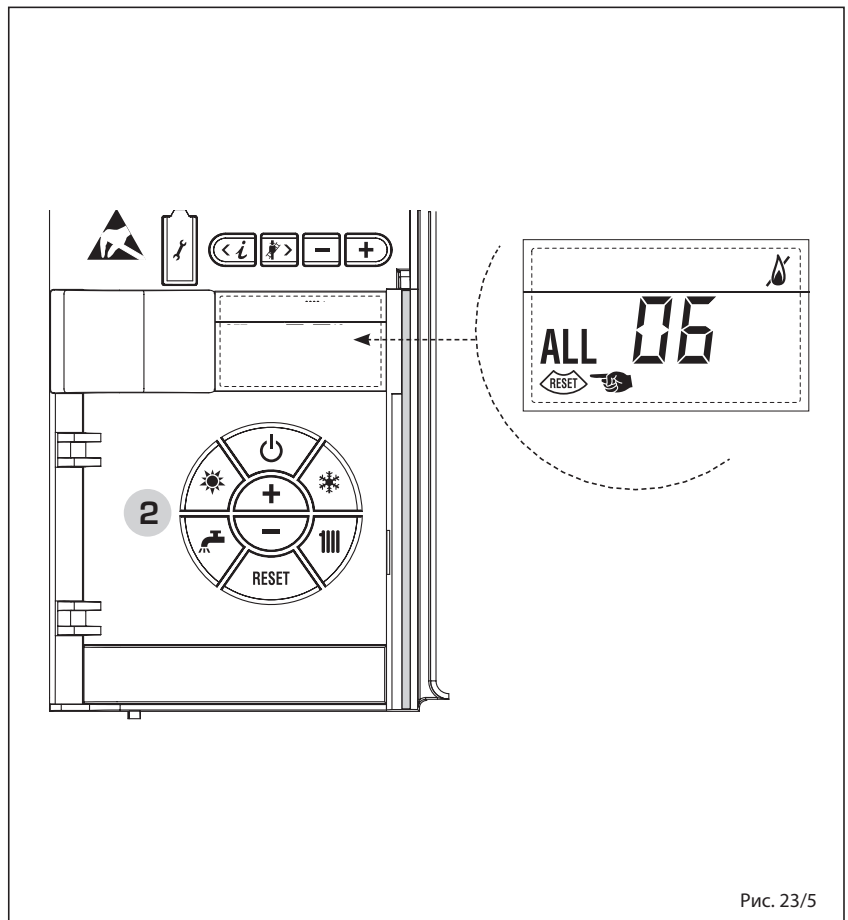

Рис. 23/5
– НЕИСПРАВНОСТЬ ТЕРМОСТАТА ПРЕДОХРАНИТЕЛЬНЫЙ/ОГРАНИЧИТЕЛЬНЫЙ «ТРЕВ 07» (рис. 23/6)